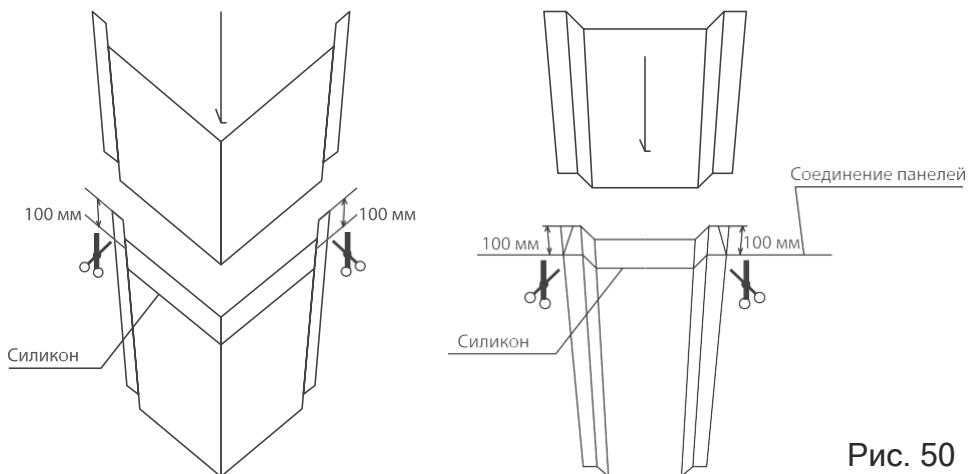

Рис. 50
**Монтаж фасонных элементов для наружного углового стыка и соединения панелей по вертикали представлен на Рис. 50.**